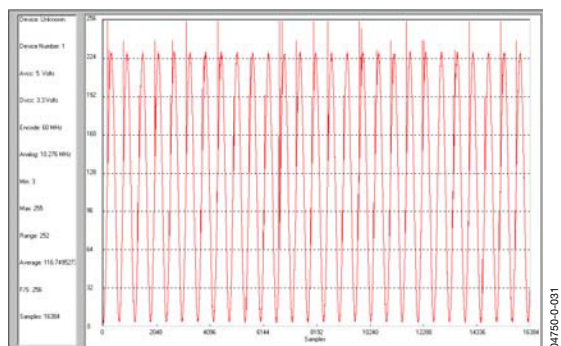

図21. タイミング問題がノイズ・フロアに及ぼす影響の例
1. ADCに超低速の正弦波信号（たとえば、0.1~1MHz）を入力し、時間軸のプロットを開始します。プロットが図21のようであれば、タイミングに問題があります。